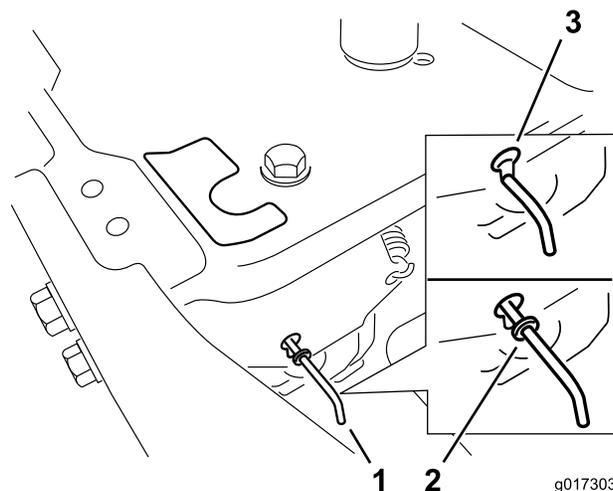

Figure 24
4. Déplacez les leviers de dérivation en avant dans l'encoche en trou de serrure, puis vers le bas pour les verrouiller en position, comme illustré (Figure 24). Assurez-vous de le faire pour chaque levier.
verrouiller en position, comme illustré (Figure 24). Assurez-vous de le faire pour chaque levier.